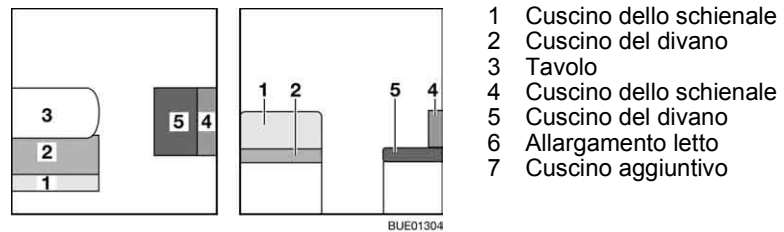

Fig. 125 Prima della trasformazione
- Trasformare il tavolo (Fig. 125,3) in struttura di supporto letto (vedi paragrafo 6.11).
- Rimuovere il cuscino dello schienale (Fig. 125,1) e posizionarli sul tavolo.